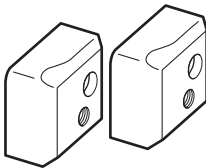
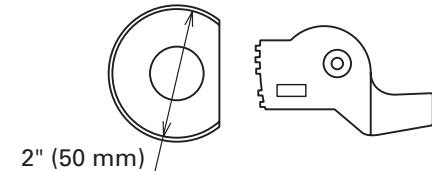

Fig. 25
Fig. 26
- (1) Couteau (Fig. 25)(No. de code 319706) (2) Ensemble de rouleau central (D 50)(Fig. 26)(No. de code 321446)